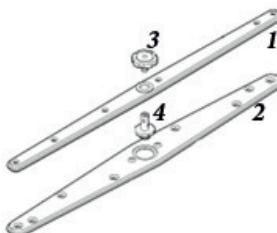

Fig. 13
- Quitar los brazos de lavado (Fig. 13) (parte inferior y superior 1 y 2) aflojando los tornillos (3 y 4) y límpielos bajo el agua corriente